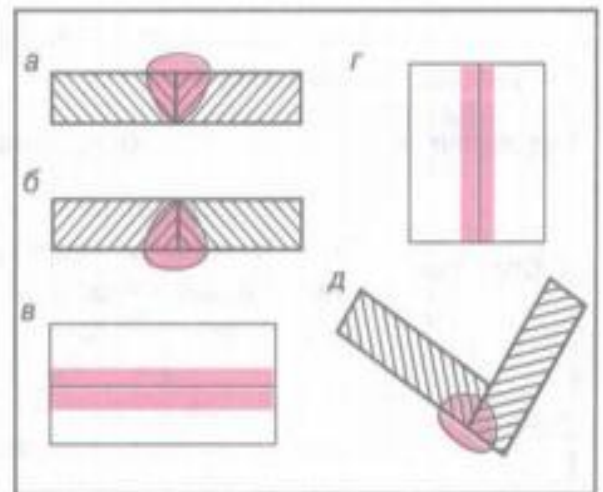

Рис. 19
3. **По положению в пространстве** (рис. 19) различают: нижние (а), потолоч-